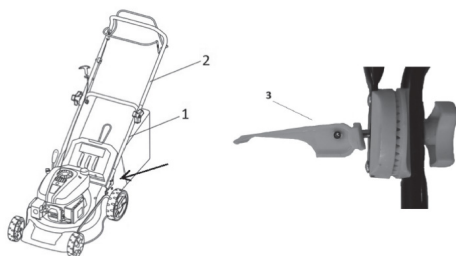

Fig. 2
1. Inserisca la parte inferiore del manubrio (Fig. 2 - punto 1) nel foro corrispondente (Vedere la freccia) e lo stringa con 4 viti (Due viti su ogni lato).
2. Fissi la parte superiore del manubrio (Fig. 2 - punto 2) alla parte inferiore del manubrio utilizzando le viti incluse con l'aggancio e i bulloni a farfalla (Fig. 2 - punto 3).